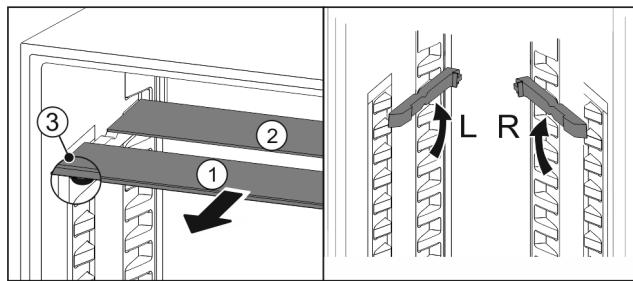

Fig. 55
- Glasplatten einzeln nach vorne herausziehen Fig. 55 (1).
► Glasplatte Fig. 55 (1) mit Zierleiste liegt vorne.
► Stopps Fig. 55 (3) zeigen nach unten.